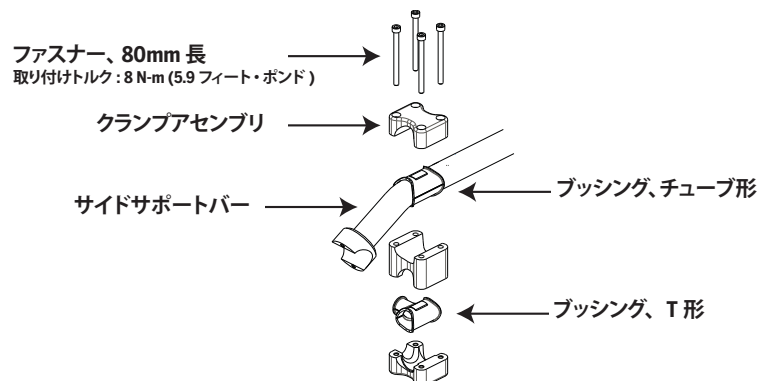

図 1a. サイドサポートバーの取り付け
形ブッシングを、x2 フェンダーフレームに取り付け、クランプアセンブリに揃えます。図 1a と 1b を参照してください。(4) 本の 80mm 長ファスナーを、各クランプアセンブリに緩くはめます。締め付けしないでください。両方のサイドサポートバーを取り付けます。